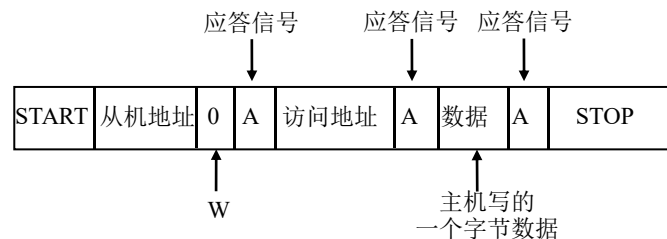

Figure 15-7 主机向从机写数据
如 Figure 15-7 所示，主机要向从机写 1 个字节数据时，主机首先产生 START 信号，然后紧跟着发送一个从机地址，这个地址共有 7 位，紧接着的第 8 位是数据方向位 (R/W)，0 表示主机发送数据 (写)，1 表示主机接收数据 (读)，这时候主机等待从机的应答信号 (A)，当主机收到应答信号时，发送要访问的地址，继续等待从机的应答信号，当主机收到应答信号时，发送 1 个字节的数据，继续等待从机的应答信号，当主机收到应答信号时，产生停止信号，结束传送过程。